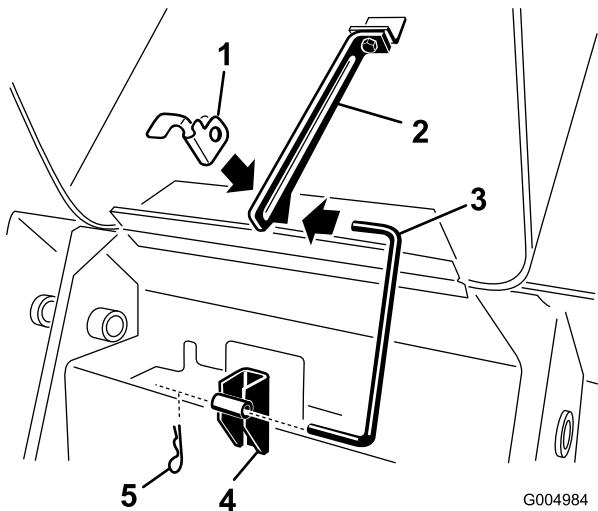

Figura 41
3. Tirate la chiavetta a forcella dall'estremità inferiore dell'asta di supporto del cofano e sfilate l'asta di supporto dalle staffe e dalla linguetta dell'asta di supporto (Figura 41).
7. Installare l'asta di supporto nelle staffe e nell'apposita linguetta e fissarla con la chiavetta a forcella (Figura 41).